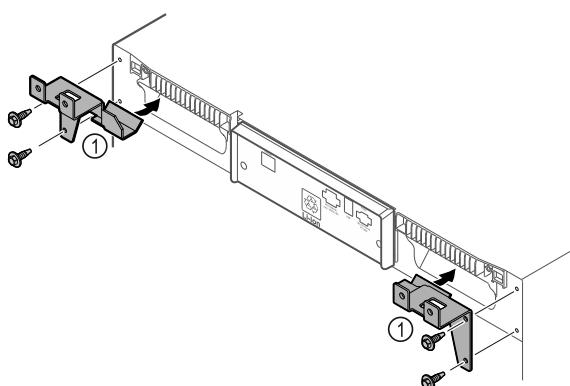

Fig. 10
- Monter festedelene Fig. 10 (1) på apparatet med de vedlagte skruene.